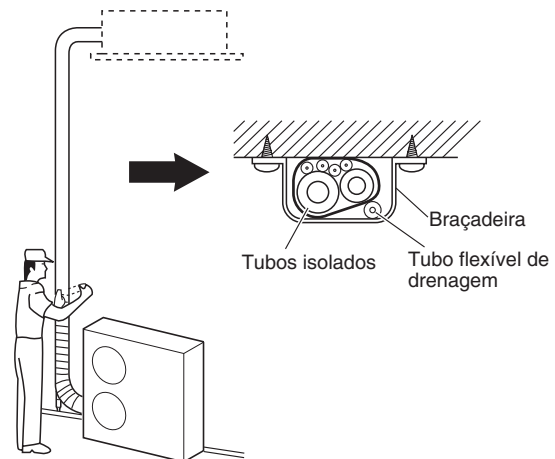

Fig. 5-9
- (1) Agora, os tubos de refrigerante (e instalação eléctrica se as normas locais permitirem) devem ser isolados juntos com fita de blindagem em 1 fardo. Para evitar o transbordamento da condensação no recolhedor de drenagem, mantenha o tubo flexível de drenagem separado da tubagem de refrigerante.
- (2) Enrole a fita de blindagem desde o fundo da unidade exterior até ao topo da tubagem onde a mesma entra na parede. À medida que enrola a tubagem, sobreponha a metade de cada volta de fita.
- (3) Prenda o fardo de tubagem na parede, utilizando 1 braçadeira aproximadamente cada metro. (Fig. 5-9)